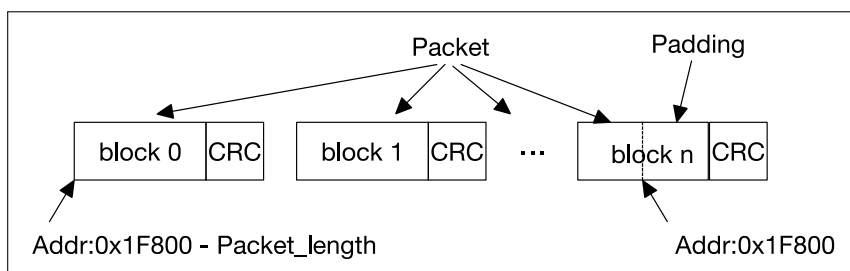

图 29.5-7. 主机向从机发送递增地址包的数据流
- 对于递增地址包，从机判断有效数据是由地址决定的，当数据地址大于等于 `0x1F800` 后会被判定为无效数据从而丢弃。因此，主机应将 CMD53 起始地址字段设为 `0x1F800 - Packet_length` (`Packet_length` 的单位是字节)。递增地址包在 SDIO 总线上的数据流如图 29.5-7 所示。